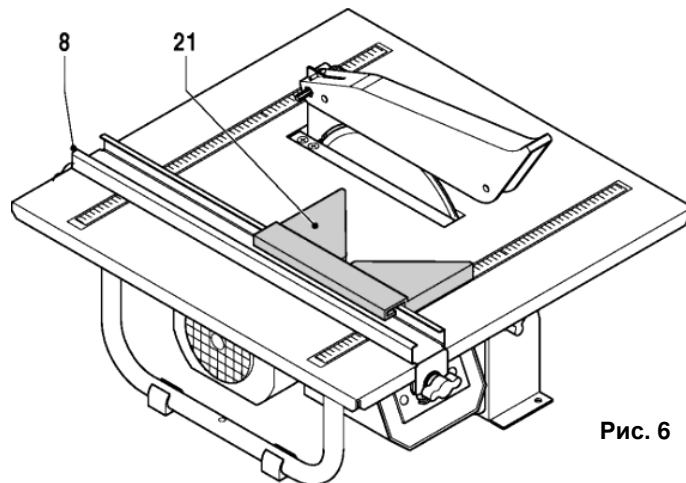

Рис. 6
- Установите параллельное направляющее устройство (8)(См. Рис.6) на необходимом расстоянии от кромки. Минимальное расстояние, на котором действует направляющая – 10 см.
- Приложите направляющий блок (21) к параллельному направляющему устройству.